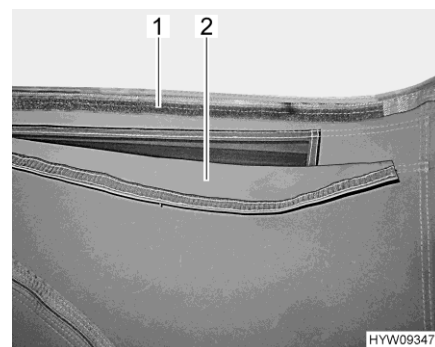

Fig. 34 Aération (ouverte)
- Tirer le pan d'étoffe (Fig. 34,2) vers le haut et presser la bandes velcro (Fig. 34,1).